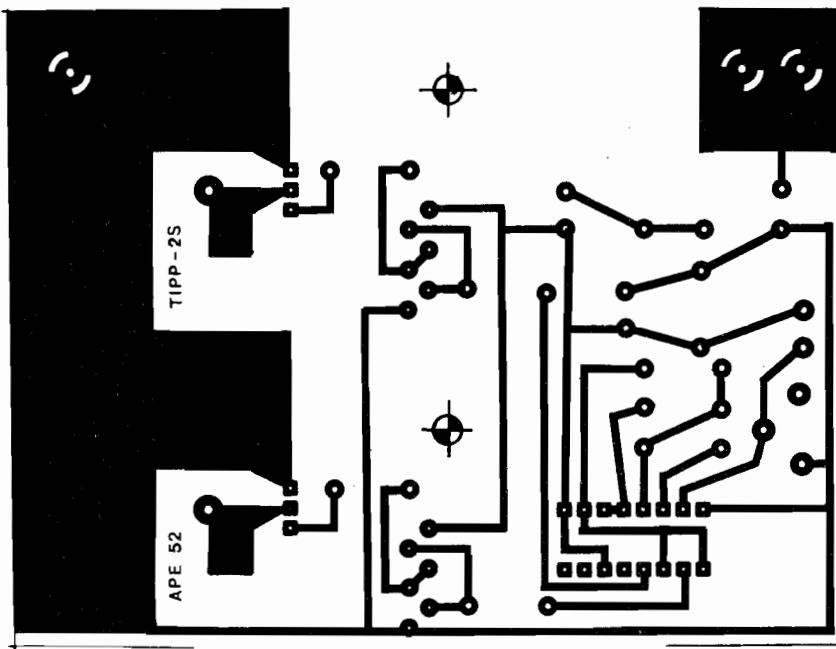

Fig.3
- FIG. 3 - LAY OUT DO CIRCUITO IMPRESSO ESPECÍFICO - Não muito pequena (já que nela são in-